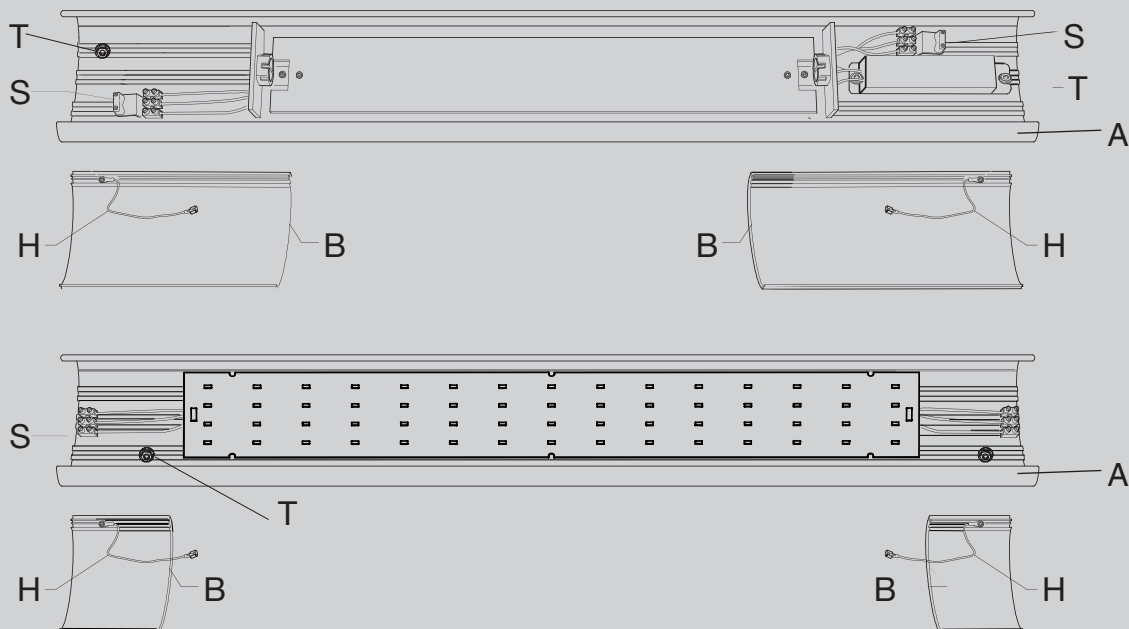

Fig.1
1. Appoggiare l'apparecchio privo di imballo a terra o su un tavolo o altro piano di appoggio (fig. 1).
1. Rest the fitting without its packaging on the ground, on a table or on another surface (fig. 1).